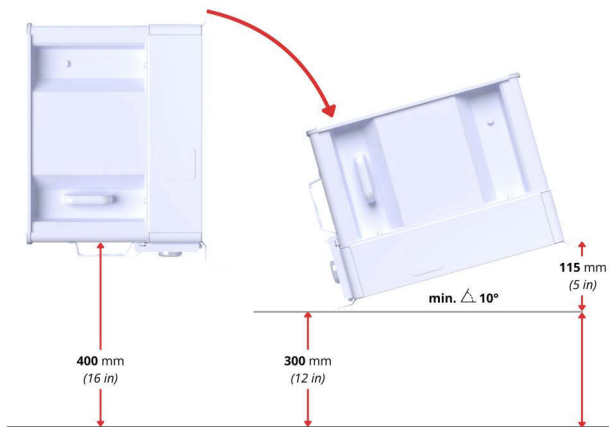

Abb. 6: Vertikale und horizontale Installation (10° im Außenbereich)
- a) Im Anschlussbereich mindestens einen Abstand von 300 mm zum Boden einhalten (siehe Abb. 6).